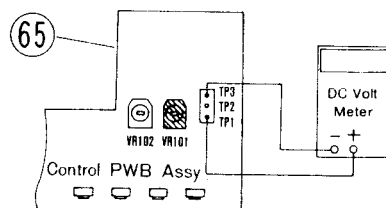

Figure 23
1. Remove the case top according to DISASSEMBLY INSTRUCTIONS (B) (page 3).
3. Connect the D.C. voltmeter between TP1 and TP3 terminals on Control PWB Assy (65) (Fig. 23).
3. コントロールPWB assy (65) のターミナルT P 1とT P 3の間に電圧計(DC)を接続する。(図23)
3. コントロールPWB assy (65)のターミナルTP1とTP3の間に電圧計(DC)を接続する。(図23)